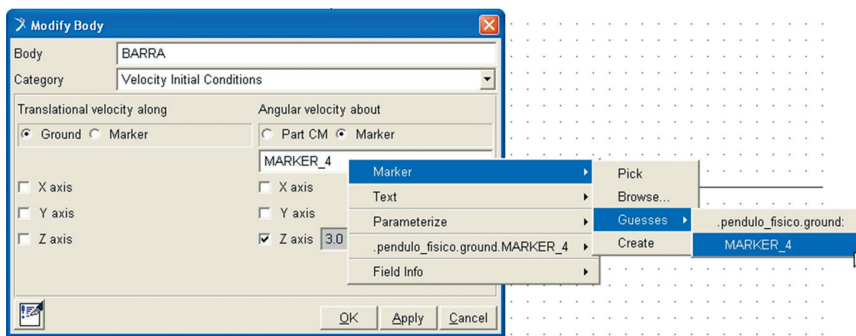

Figura 2.9 – Tela ilustrativa da Etapa 6.
- Clique em *Apply*, neste momento o valor será alterado, e, em seguida, *Ok*. A Figura 2.9 ilustra esta Etapa.